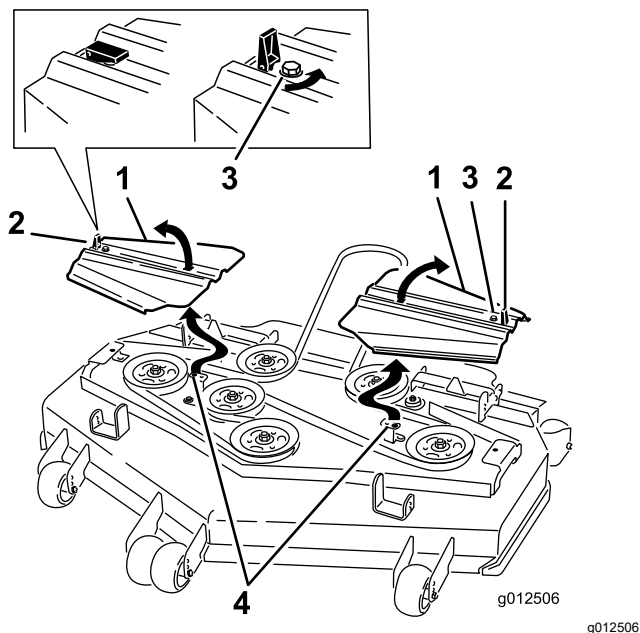

Рисунок 90
14. Установите крышки ремней так, чтобы выступы вошли в пазы. Заверните винты и закройте защелки (**Рисунок 90**).